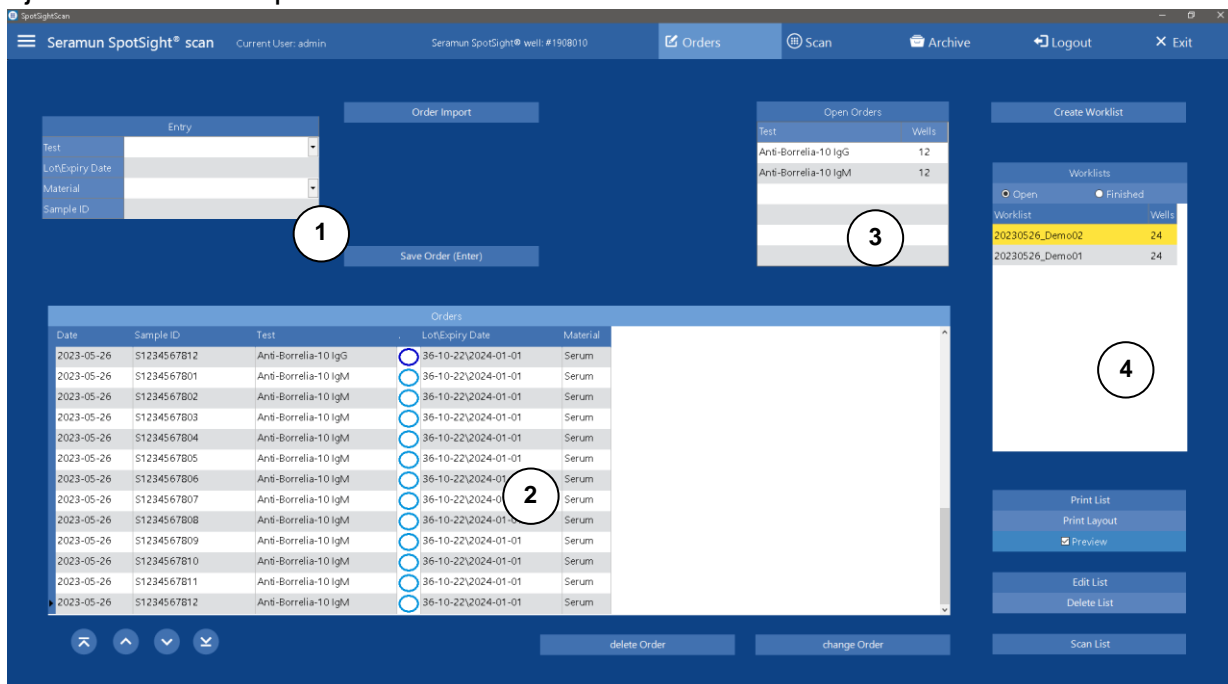

Figura 3: Página Solicitudes
La página Solicitudes (Figura 3) se utiliza para introducir o importar solicitudes para su ejecución con una prueba seleccionada.
En el campo de entrada se pueden introducir los siguientes datos de solicitud (véase Figura 3 ①):
- Tabla principal de solicitudes (Figura 3 ②) - muestra todas las solicitudes pendientes que aún no han sido asignadas a una lista de tareas.
- *Edit Order* (editar pedido) - permite volver a editar una solicitud individual en los campos de entrada (Figura 3 ①), finalizar la edición mediante *Save Order* (*Enter*) (guardar pedido (entre en)) (cancelar la edición saliendo de los campos de entrada)
- *Open Orders* (pedido abierto) (Figura 3 ③) - indica el número de todas las solicitudes pendientes que aún no se han incluido en las listas de tareas.
Las solicitudes pendientes solo pueden procesarse en forma de lista de tareas (véase Figura 3 (4)).